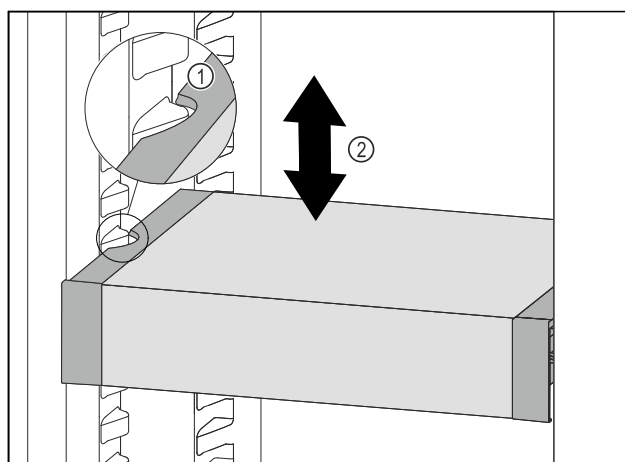

Fig. 137
- ▶ Tõmmake VarioSafe'i ettepoole, kuni VarioSafe'i külgmised väljalõiked asuvad jahutusosas anumaribi kõrgusel. Fig. 137 (1)
- ▶ Liigutage VarioSafe'i jahutusosas ülespoole või allapoole, kuni on saavutatud soovitud kõrgus. Fig. 137 (2)